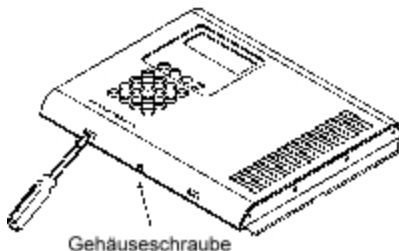

Abbildung 2.4: Öffnen des Gehäuses
3. Mit einem Schraubenzieher vorsichtig auf die Freilassungslasche laut Abbildung 2.4 drücken.